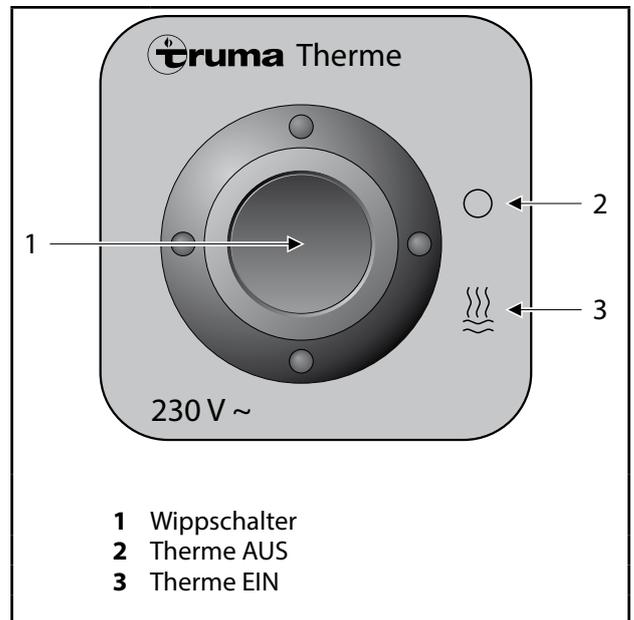

Abb. 72 Bedienteil Truma-Therme
1. Wippschalter (Abb. 72, Pos. 1) nach unten in Stellung „☹“ schalten, Kontrollampe leuchtet auf. Die Wassertemperatur wird mittels Thermostat auf 60 °C geregelt. Die Aufheizzeit von 15 °C kaltem Wasser auf 60 °C dauert ca. 50 Minuten.
2. Zum Ausschalten Wippschalter (Abb. 72, Pos. 1) in Stellung „○“ schalten.